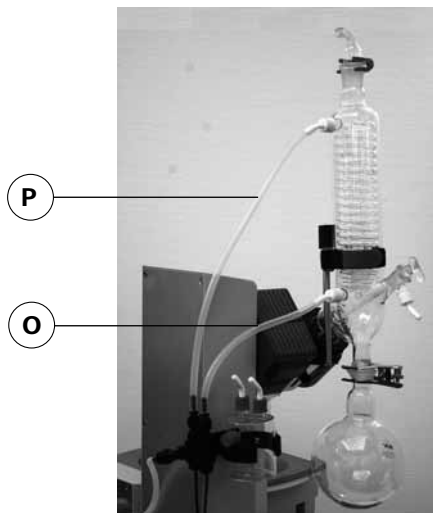

Fig. 17
- ☞ Reliez les flexibles d'eau sur le refroidisseur en verre (flexible court (O) = sortie vers le bas, flexible long (P) = arrivée vers le haut) et fixez les flexibles (fig. 17).